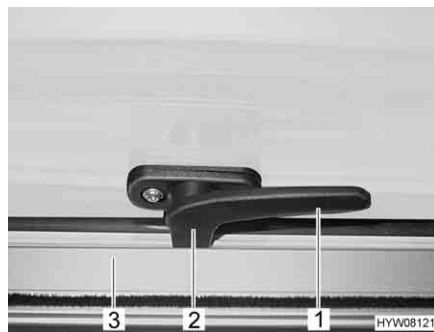

Bild 99 Verriegelungshebel in Stellung "geschlossen"
- Den Verriegelungshebel (Bild 99,1) eine viertel Umdrehung zur Fenstermitte hin drehen.
- Den Verriegelungshebel (Bild 99,1) eine viertel Umdrehung zum Fensterahmen hin drehen. Die Verriegelungsnase (Bild 99,2) liegt auf der Innenseite der Fensterverriegelung (Bild 99,3).